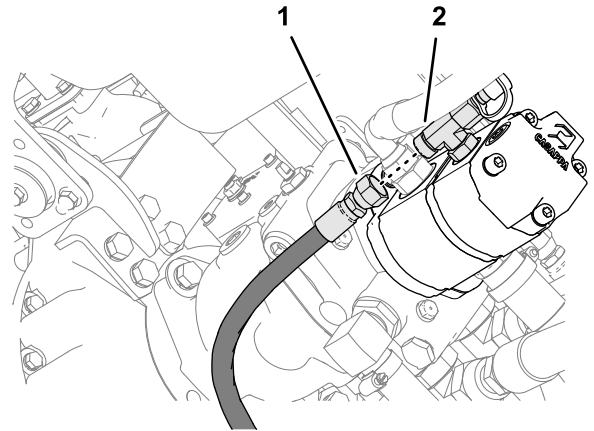

Figura 60
1. Desconecte la manguera de presión de la válvula de dirección del acoplamiento en T en el lado izquierdo de la bomba hidráulica (Figura 60).